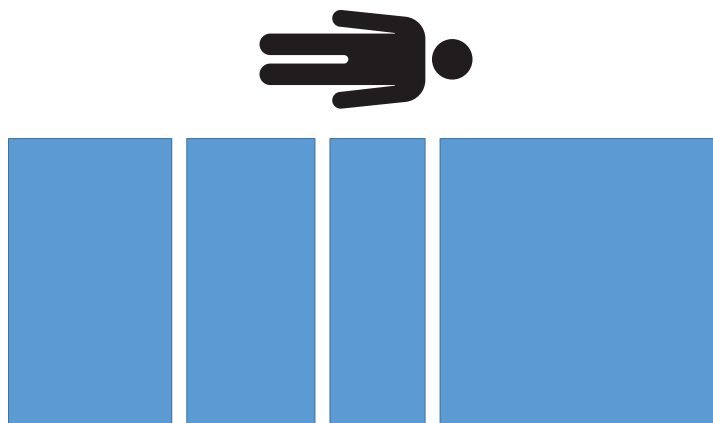

Figura 26 – Prueba de repetibilidad - sin peso
2. Retire todos los pesos calibrados del producto (Figura 26).